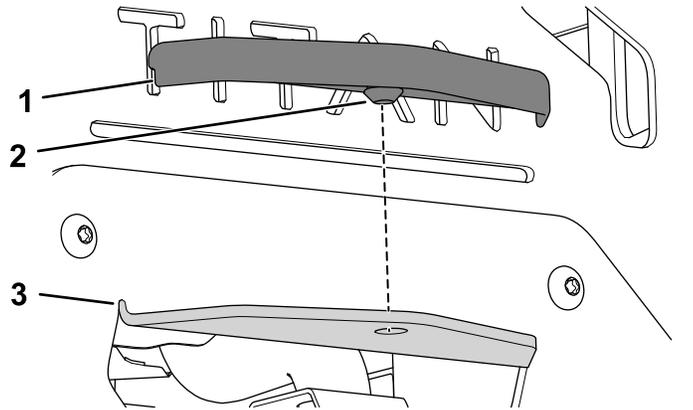

Figura 20
2. Alinee la tapa del enganche sobre el enganche y presione para encajarla (Figura 20).